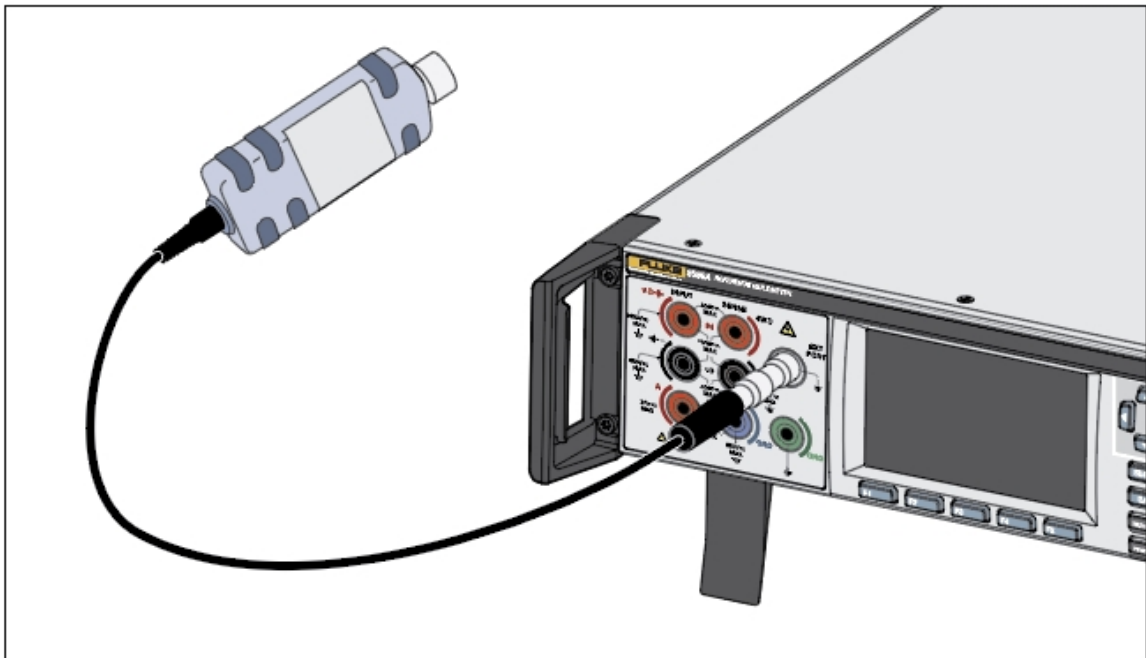

Figure 15. Branchement d'un capteur de puissance au produit
2. Branchez le connecteur multidirectionnel au port EXT sur le produit. Appuyez fermement sur le connecteur multidirectionnel jusqu'à ce qu'il s'enclenche. Voir la figure 15.